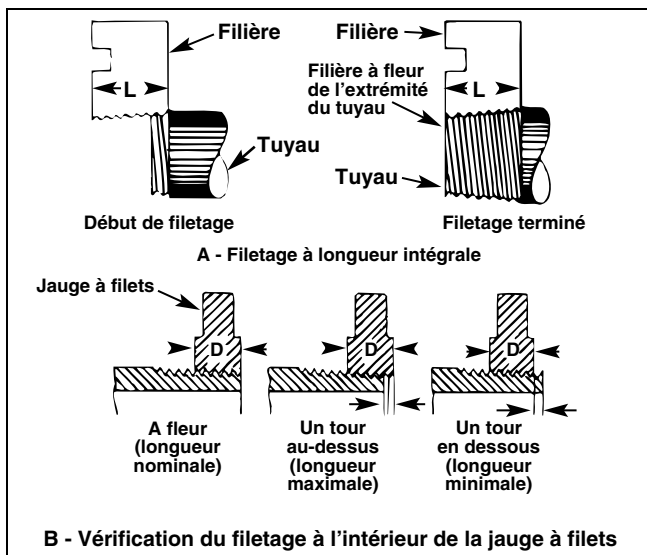

Figure 14 – Vérification de la longueur
13. Vérifiez la longueur et la profondeur du filetage (Figure 14).